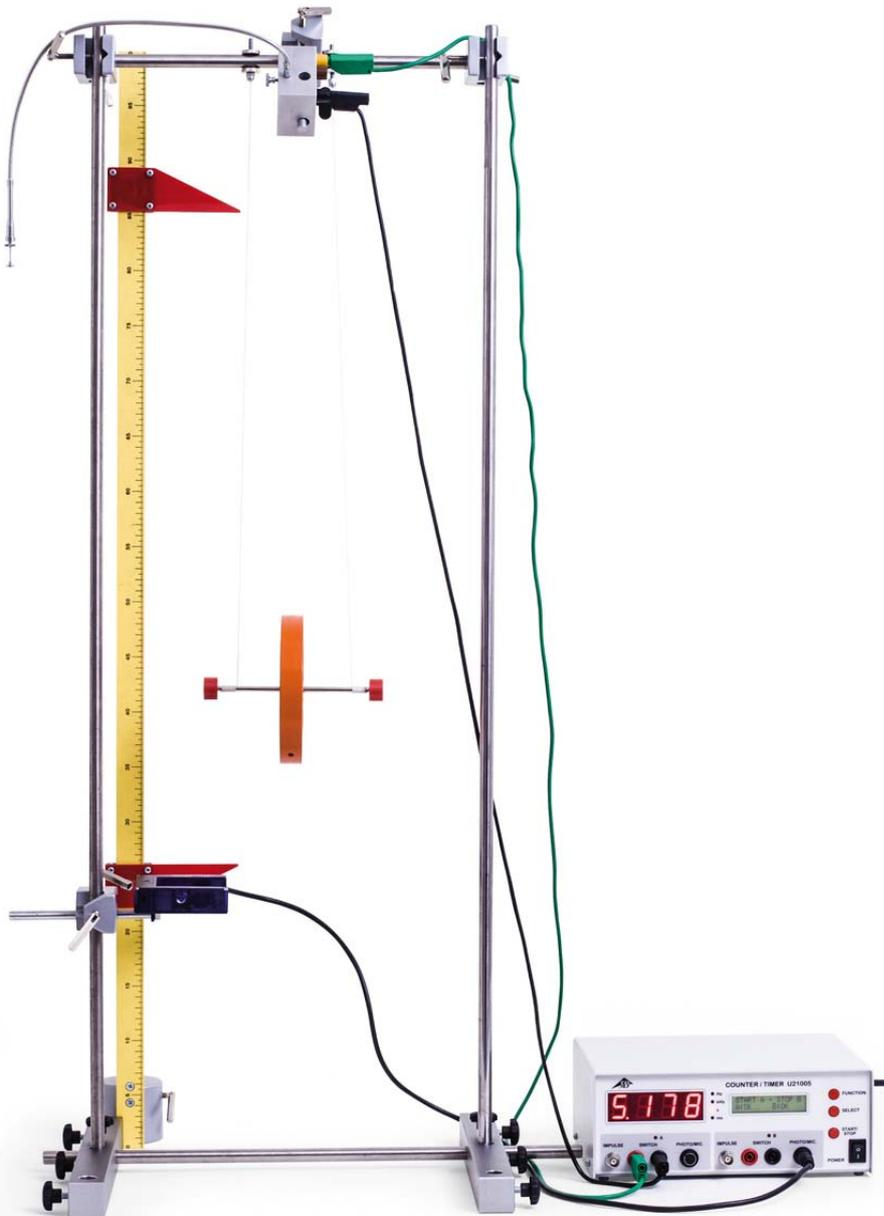

Fig. 1: Struttura sperimentale.
- Eseguire la disposizione sperimentale secondo Fig. 1.
- Sistemare la scala per altezza nel piede a barilotto, come mostrato in Fig. 1.